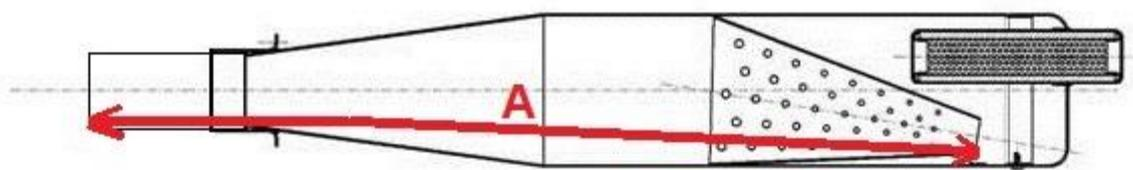

Figura 2. A = 655 +/-3mm.
- 14.4 El largo del conjunto escape, alargue identificado como cota A en la figura 2 será de 645mm +/- 3mm. La medida se tomará con el escape armado desde la punta del cono difusor interior hasta el final del alargue, como lo muestra la figura 2.